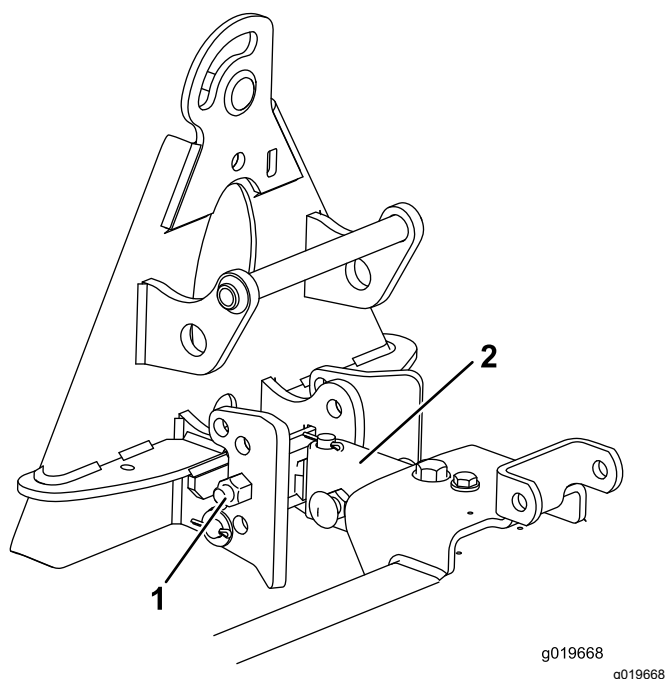

Рисунок 12
1. Закрепите узел сцепного устройства в нижних отверстиях упорного кронштейна (Рисунок 12).
2. Выровняйте длинную сторону клиновидной трубы вверх и прикрепите ее к нижней стороне узла подвеса (Рисунок 12).